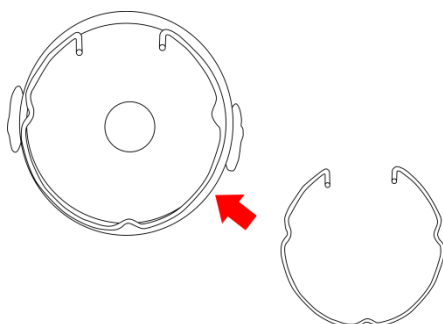

Fig. 07
- 06) Inserire la lampada e rimettere a posto l'anello di fissaggio (Fig. 07).